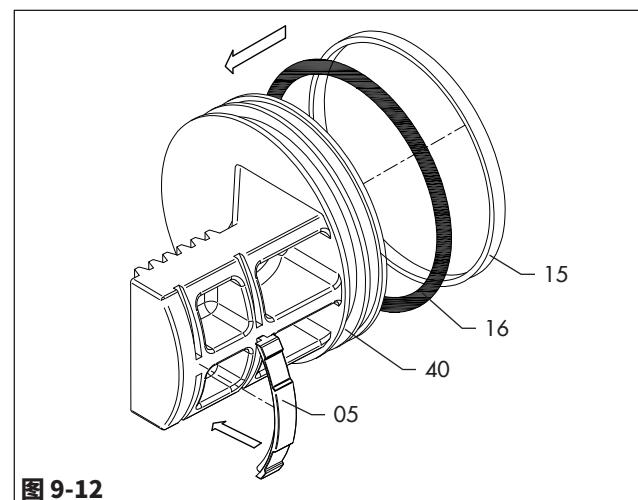
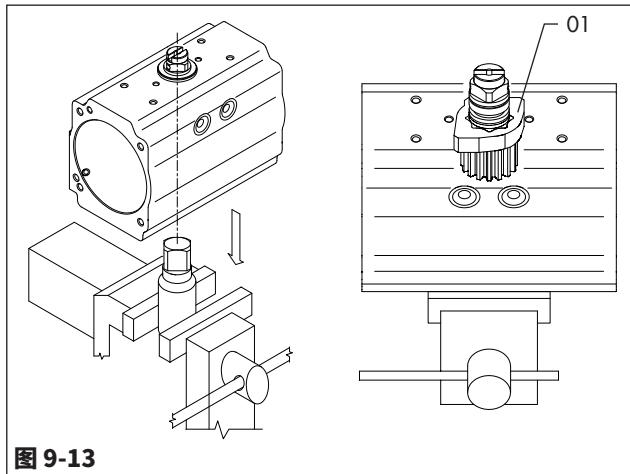
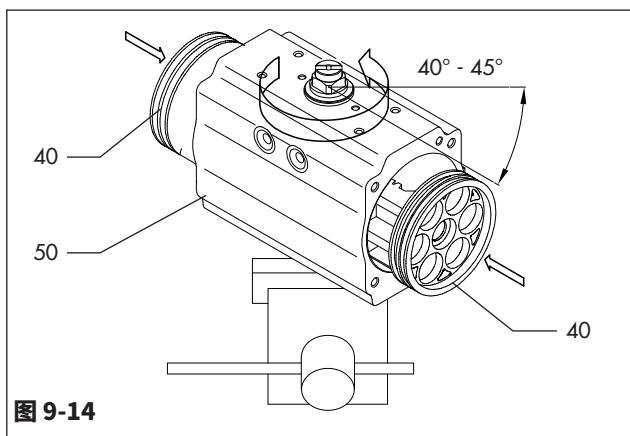

图 9-12
图 9-13
图 9-14
请参阅图9-1、图9-12、图9-13和图9-14。
- 将驱动轴(60/60.1)的内螺纹连接插入正确固定的联轴接头中。(图9-13)
- 确保octi凸轮(01)位于图9-13所示的正确位置。
- 如图9-14所示,根据顶视图顺时针旋转器体(50)约40°-45°。